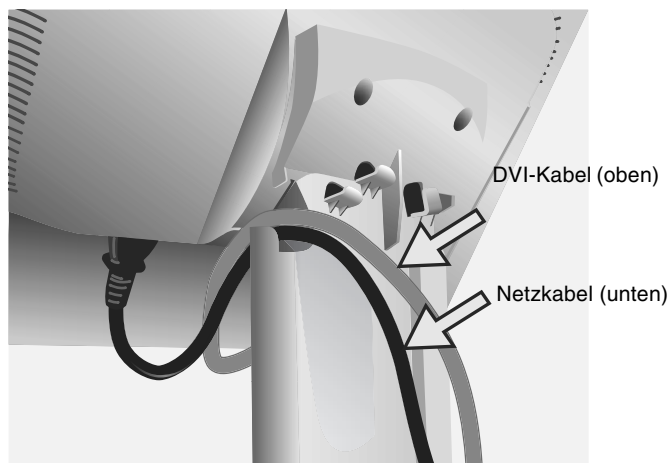

Abbildung C.2
5. Legen Sie die Kabel in der folgenden Reihenfolge in die Kabelführung: zunächst das Netzkabel, dann das DVI-Kabel (**Abbildung C.2**).